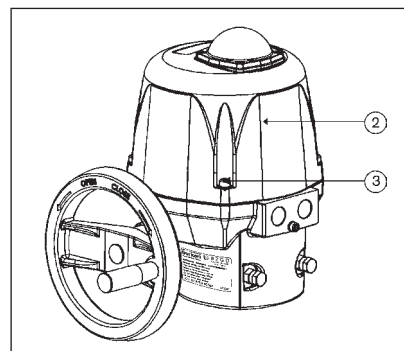

Figure 10 : Démontage du capot
- Retirez le capot 2 en desserrant les quatre vis de fixation 3 (voir « Figure 10 »).